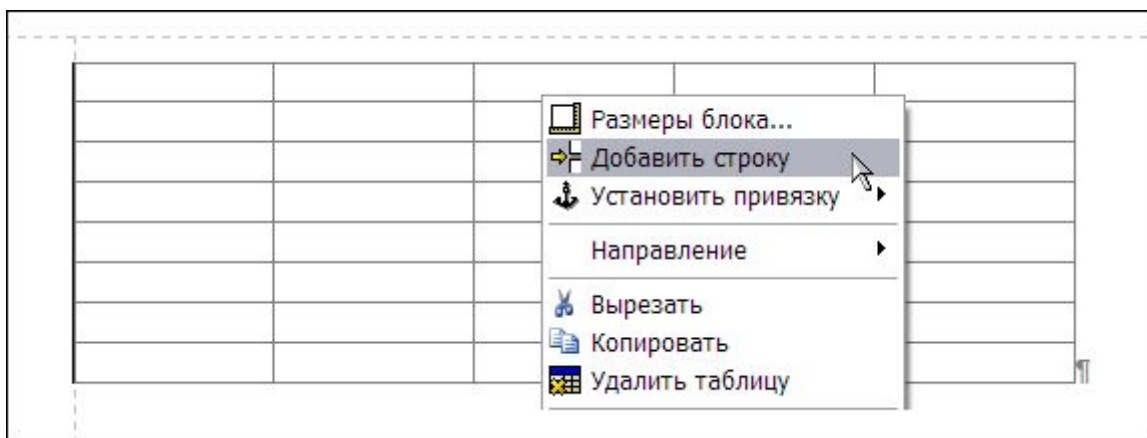

Рис. 3.59
3. В контекстном меню выберите команду **Добавить строку** (**Добавить столбец**) (Рис. 3.59).